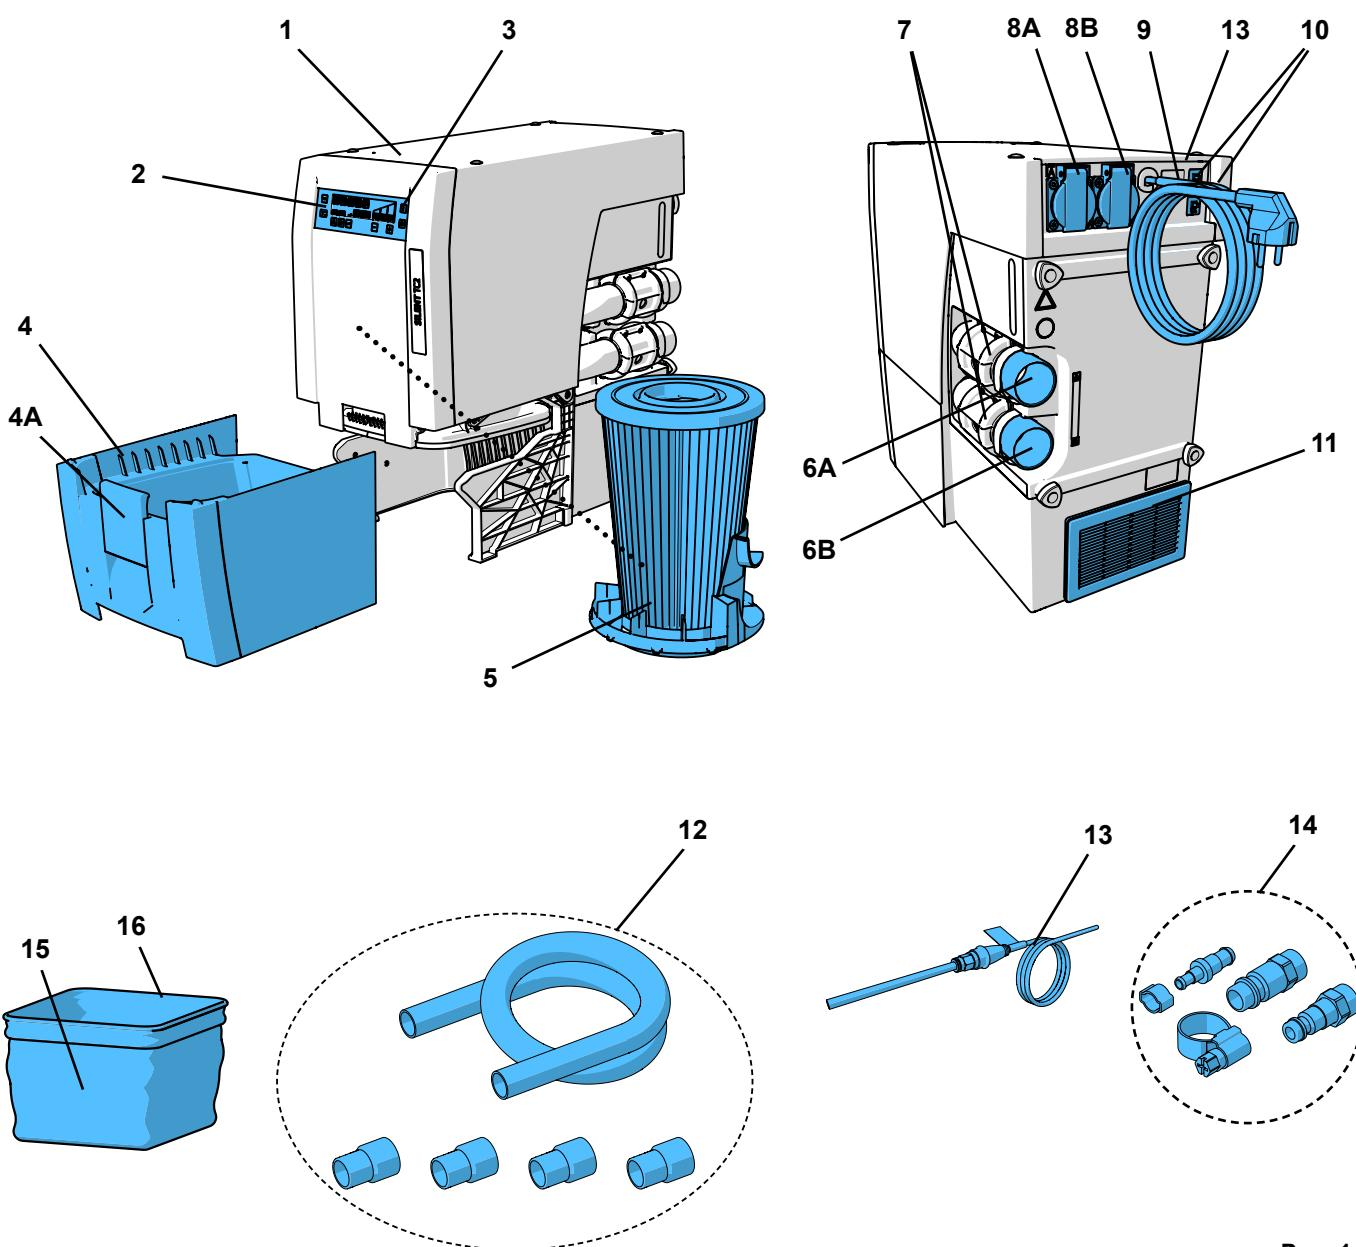

Рис. 1
- выходу отработанному воздуха 11, Рис. 1) ничего не препятствовало.
- ⇒ Шнур питания (9, Рис. 1) раскатать и штекер вставить в розетку электросети здания.
- ⇒ Подобрать подходящие муфты для шланга из прилагаемого комплекта для подключения (14, Рис. 1) и установить на конец шланга.